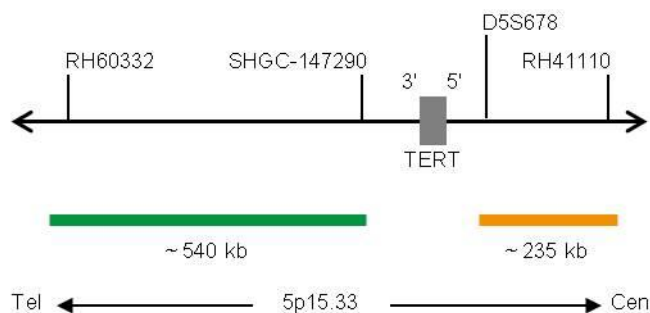

Fig. 1: SPEC TERT Mapa de la sonda (no está a escala)
- Polinucleótidos marcados en verde (excitación a 503 nm/emisión a 528 nm) ZyGreen (~10 ng/μl), dirigidos a secuencias localizadas en 5p15.33* (chr5:620,184-1,161,456) distales a la región del punto de ruptura de TERT (ver Fig. 1).
- Polinucleótidos marcados en naranja (excitación a 547 nm/emisión a 572 nm) ZyOrange (~4,5 ng/μl), dirigidos a secuencias localizadas en 5p15.33* (chr5:1,353,007-1,588,209) proximales a la región del punto de ruptura de TERT (ver Fig. 1).